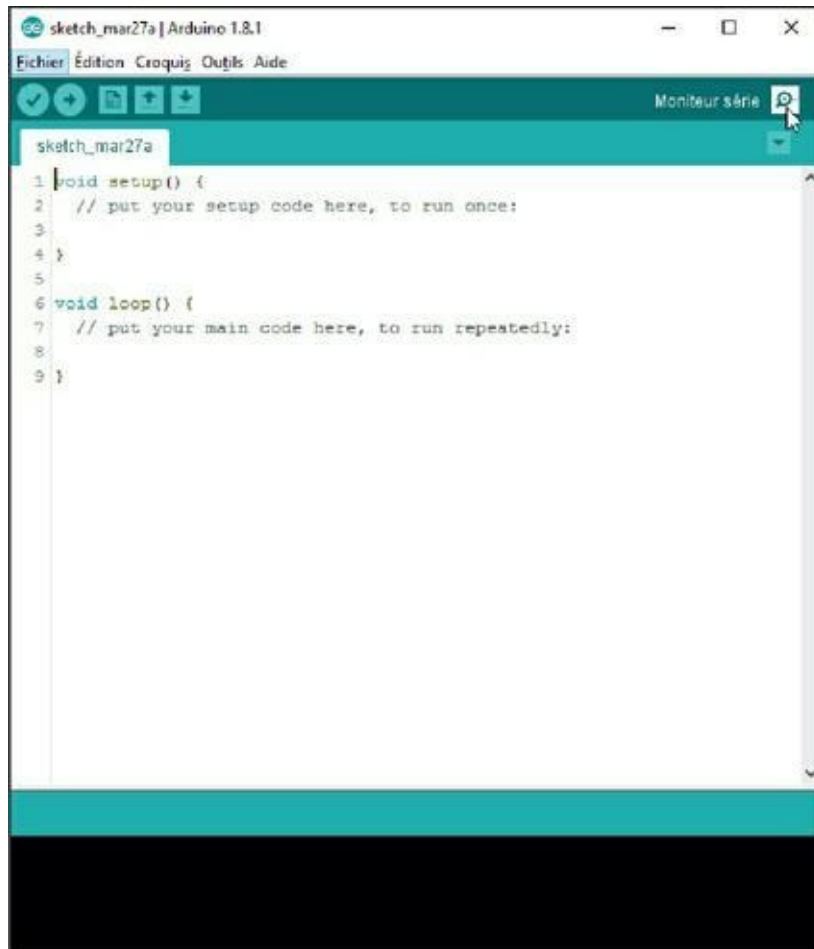

Figure 3.4 : Commande et icône pour ouvrir la fenêtre du Moniteur série.
3. Pour ouvrir la fenêtre du Moniteur série, tu peux cliquer l'icône du bord droit en haut, celle qui représente une sorte de loupe avec un point au centre, ou bien utiliser la commande **Outils/Moniteur série** (Figure 3.4). L'endroit est tout à fait logique, puisque ce moniteur va devenir un de tes outils de travail pour la mise au point de tes projets.